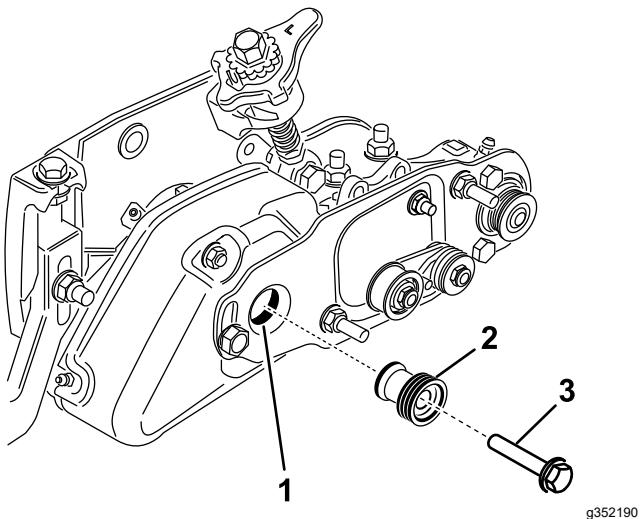

Рисунок 31
20. Отверните болт крепления шкива механической щетки к ведущему валу (Рисунок 31).
21. Вставьте ведущий шкив щетки в ведущий шкив механической щетки и в приводной вал (Рисунок 31). Убедитесь в том, что выступы шкива находятся в пазу приводного вала.
22. Прикрепите ведущий шкив к валу с помощью болта с фланцевой головкой (3/8 x 2 дюйма) (Рисунок 31). **Затяните болт с моментом от 47 до 54 Н•м.**